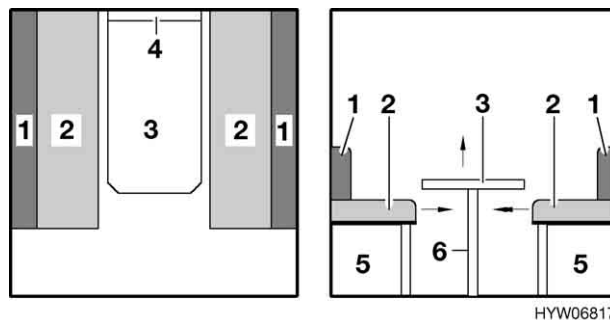

Fig. 50 Prima della trasformazione
- Sollevare leggermente il piano del tavolo in avanti (Fig. 50,3).
- Rimuovere il piede del tavolo (Fig. 50,6).
- Alzare il piano del tavolo di circa 45° e sollevarlo dalla guida di supporto (Fig. 50,4) e riporre il piano del tavolo da parte. Il tavolo non è necessario per la trasformazione dei letti.